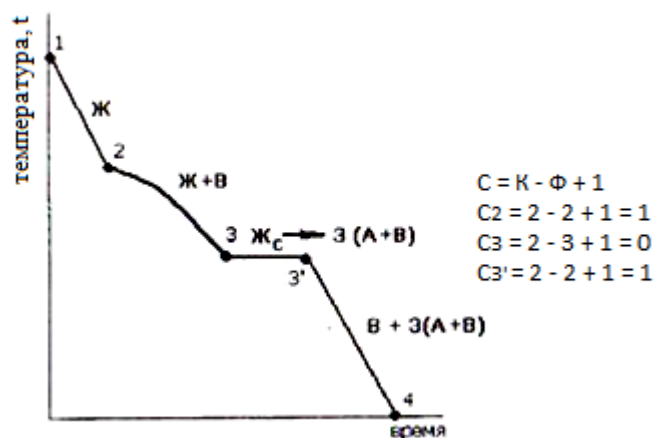

Рис. 8. Кривая охлаждения
- построить кривую охлаждения (рис. 8);